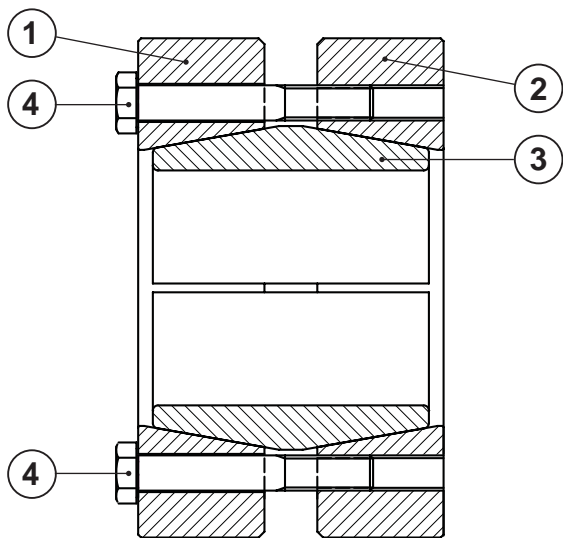

Figura 1
(Favor de referirse a la Figura 1)
NO remueva por completo los tornillos de bloqueo (4) antes de que los collares externos (1, 2) se suelten del anillo interno (3). Un desprendimiento repentino de los collares externos podría generar una alta fuerza de separación y podría resultar en una lesión permanente o muerte. Asegúrese que los collares externos se suelten del anillo interno antes de completar la extracción de los tornillos de bloqueo. **Favor de referirse a la Figura 1.**